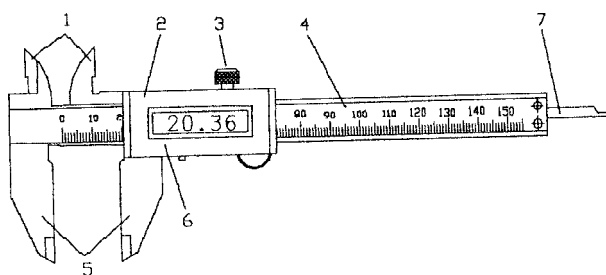

图4-8 200mm以下卡尺
(1) 游标卡尺主要用于测量物件的外尺寸，带游标的卡尺主要由以下几部分组成：尺身、刀口内量爪、外量爪、游标、尺框、紧固螺丝、深度尺等，如图4-8所示：